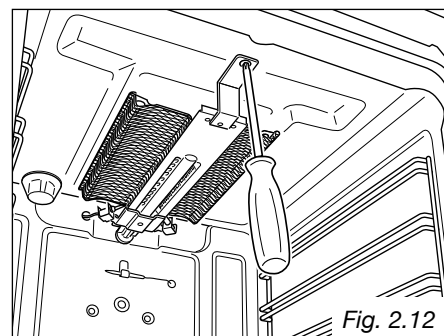
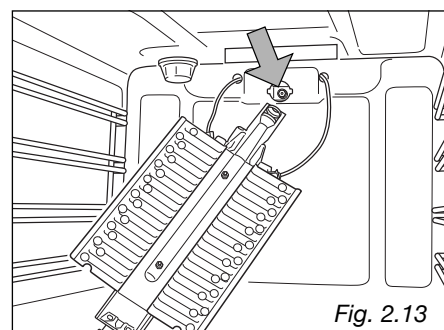

Fig. 2.12
Fig. 2.13
- Enlevez le brûleur en dévissant la vis antérieure (fig. 2.12). Suspendez doucement le brûleur tel qu'indiqué à la figure 2.13. Faites attention de ne pas endommager le fil qui mène à l'électrode d'allumage et à la sonde de la soupape de sécurité.
- En vous servant d'une clef polygonale de 7 mm, remplacez l'injecteur (indiqué par la flèche dans la figure 2.13) par l'injecteur approprié, selon le type de gaz.